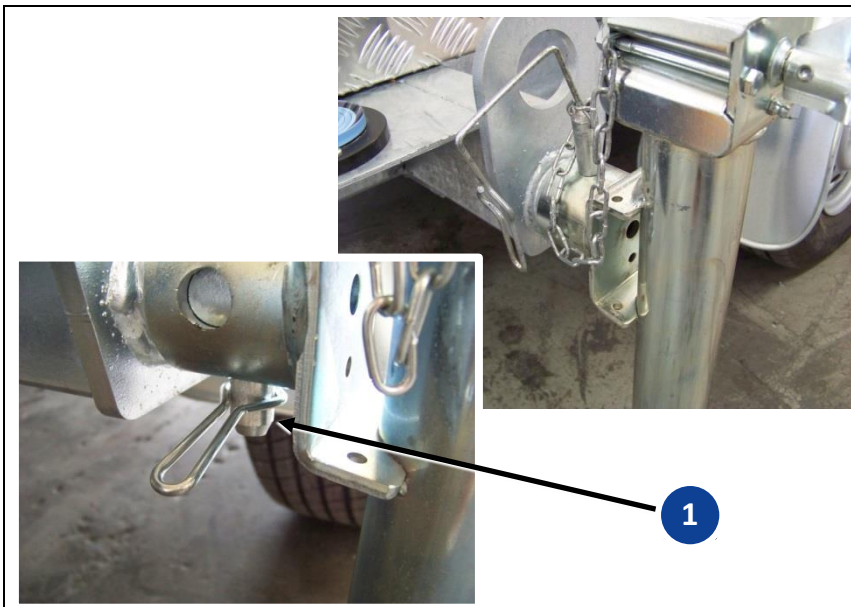

Abb. 6-1 Stützvorrichtung mit Sicherung
5. Führen Sie unbedingt den angebrachten Sicherungsbolzen in die vorgesehene Bohrung der Stütze ein (siehe Abb. 6-1).